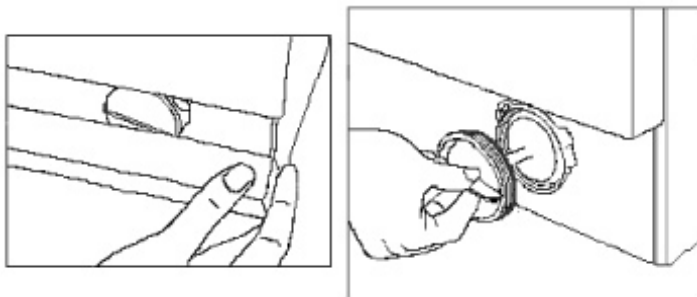

Рис. 12
7.5. Чищення фільтра насоса (Рис. 12).